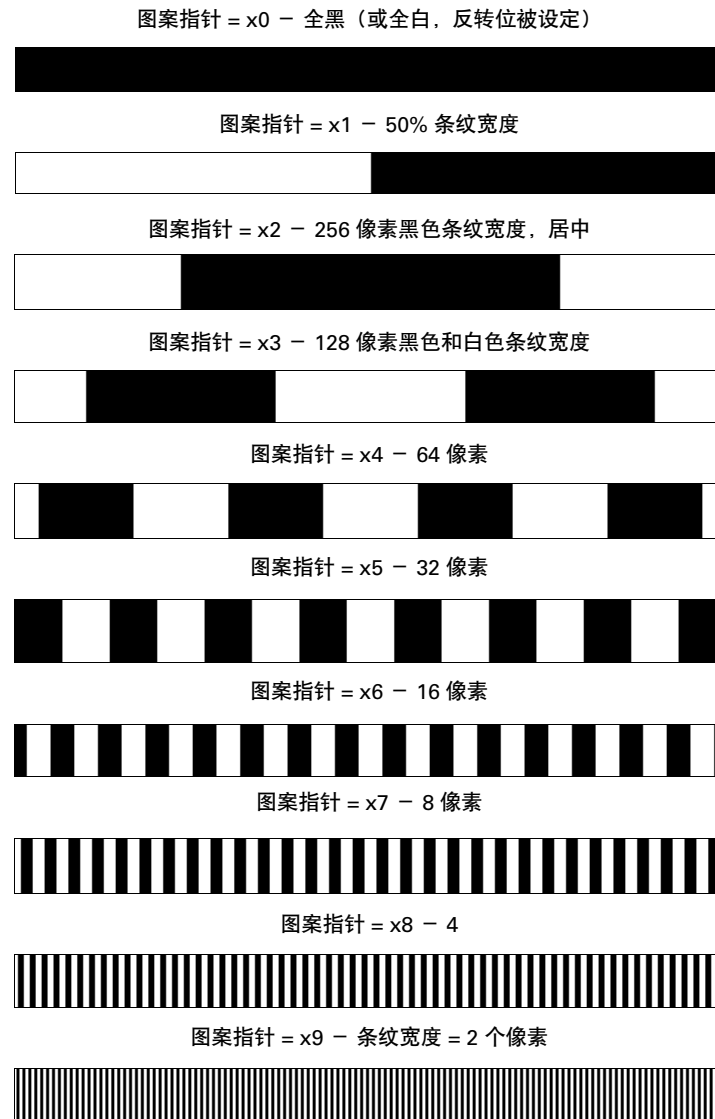
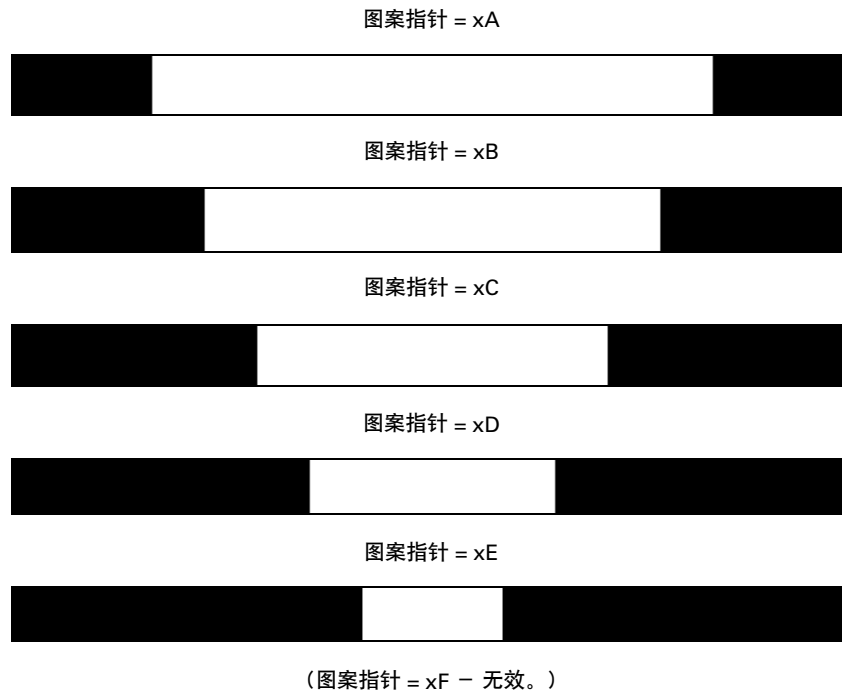

图 13: 灰度编码图案细节
图 14: 各种各样的图案细节
4. 设定用于每个图案时隙的个别图案选择指针。图案的选择示于图 13 和图 14。